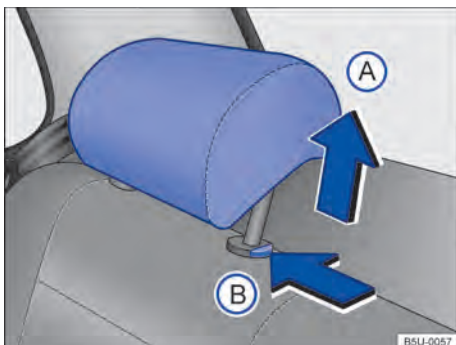

Fig. 41 Desinstalar o apoio para cabeça traseiro.
- Pressionar a tecla \Rightarrow Fig. 41 (B) no sentido da seta. Retirar o apoio para cabeça com a tecla pressionada.
- Empurrar o apoio para cabeça para baixo com a tecla \Rightarrow Fig. 41 (B) pressionada.